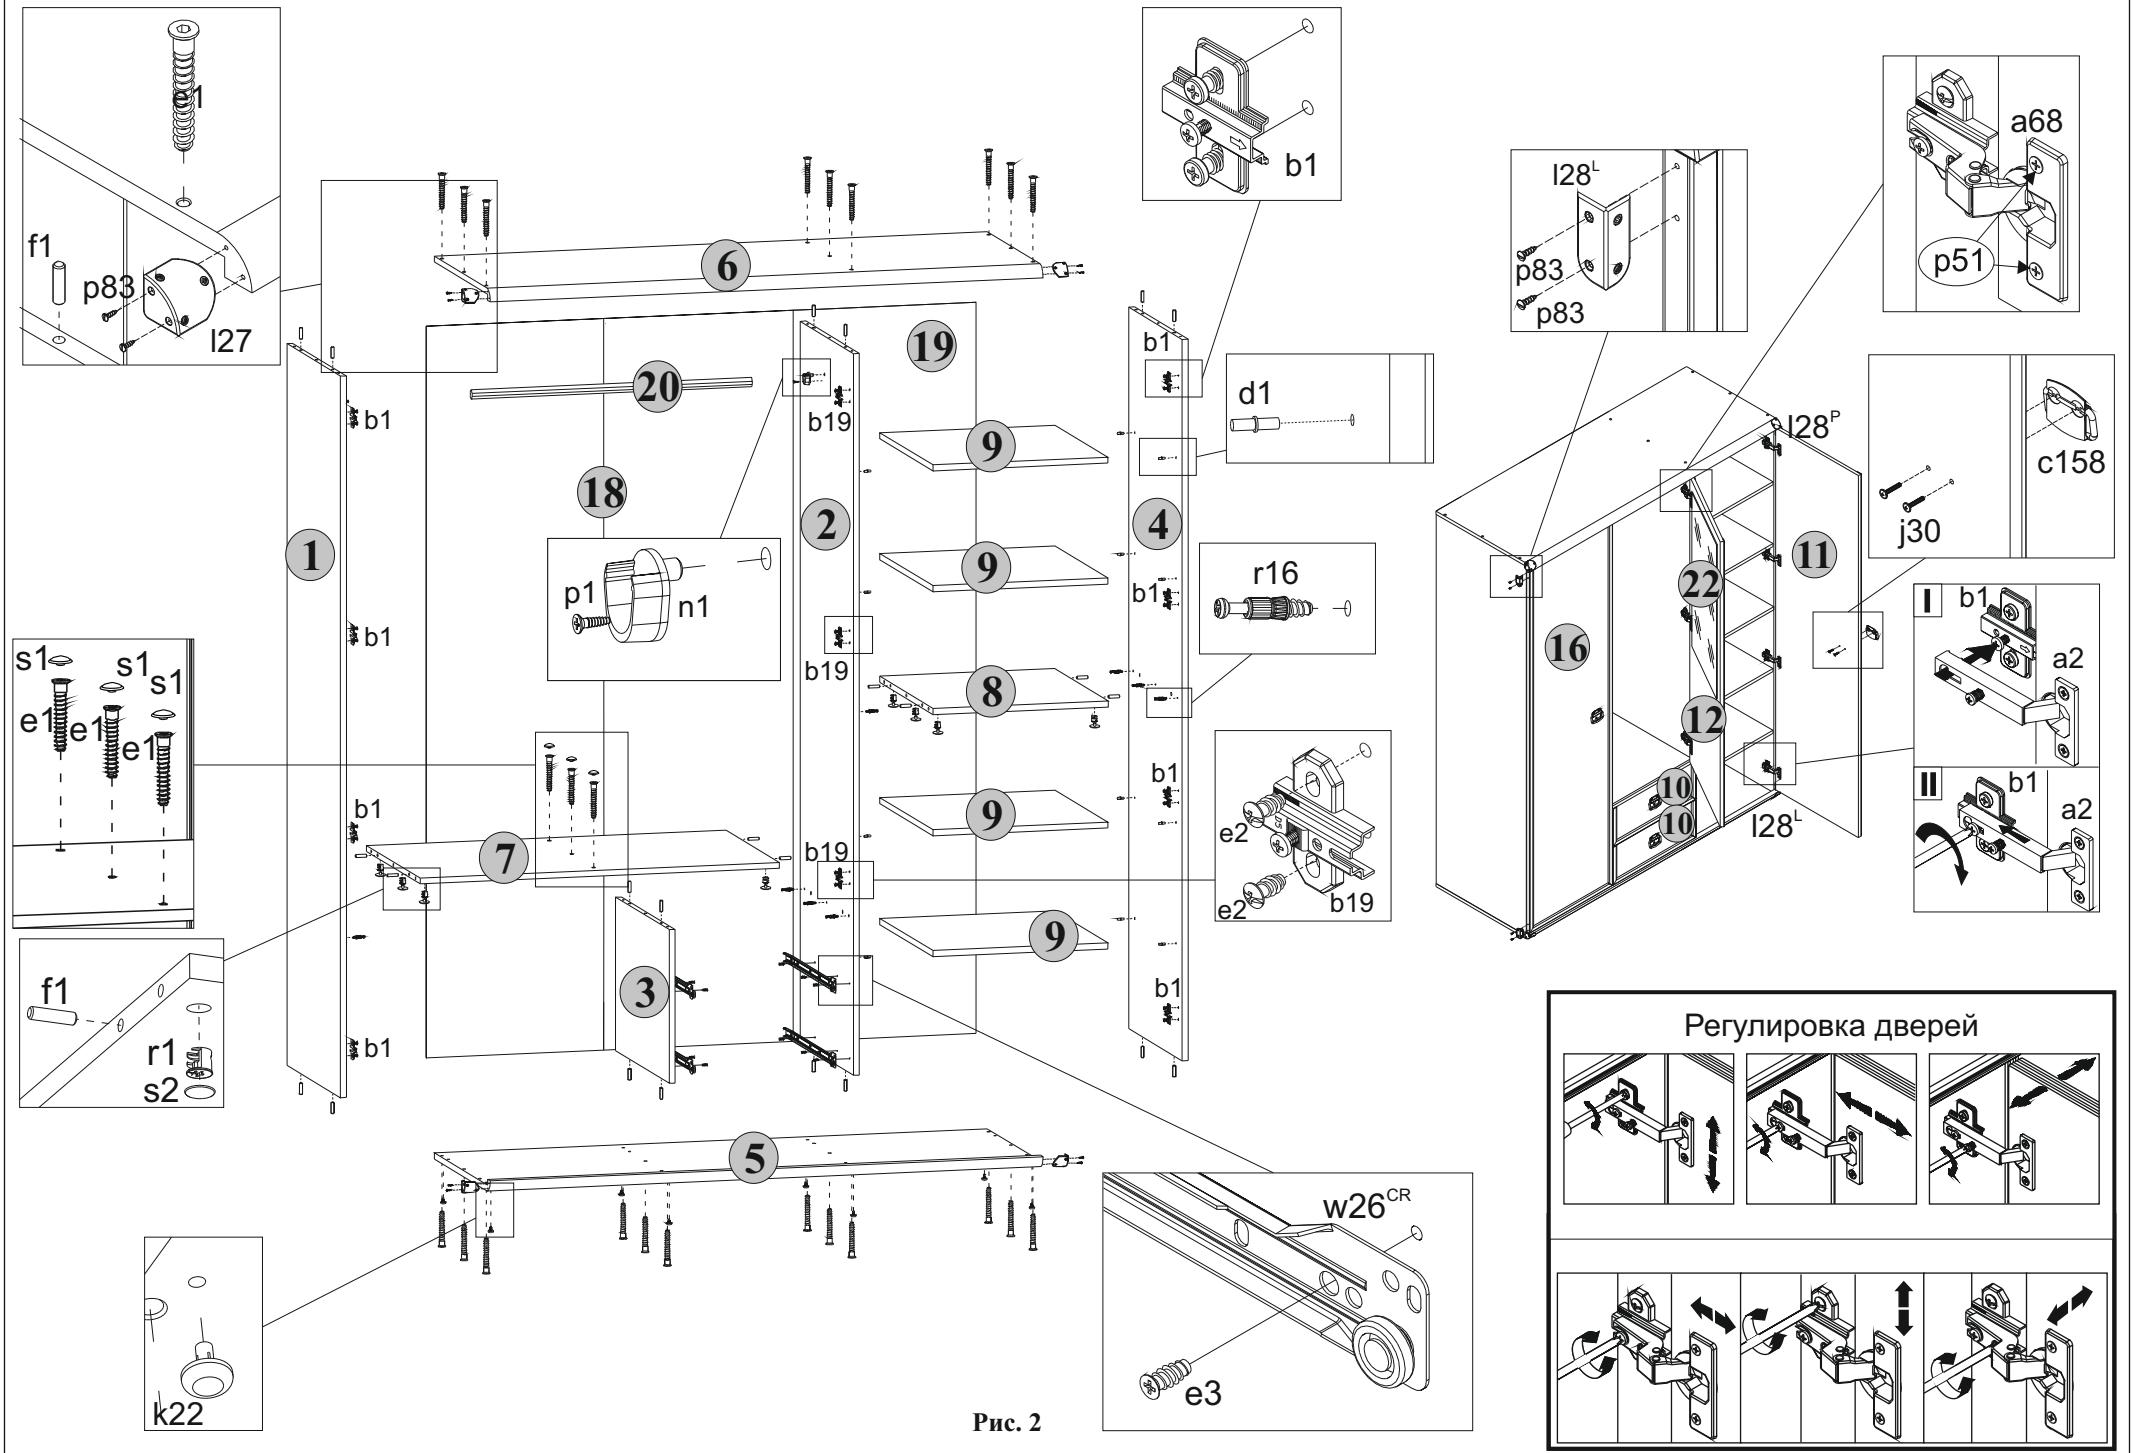

Рис. 2
вставить стяжки эксцентриковые **r1** (см.рис. 2).
5.11 В отверстия диаметром **4,5 мм** на нижней поверхности щита нижнего **5** вставить опоры полимерные **k22** (подплатники) (см.рис. 2).
5.13 К полке соединительной **7** присоединить стенку среднюю **3** и стянуть конформатами **e1**, пользуясь специальным ключом **z1** из комплекта фурнитуры. Головки конформатов **e1** закрыть заглушками **s1** (см.рис. 2).
5.16 К деталям **1**, **2**, **3** и **4** присоединить щит нижний **5** и стянуть конформатами **e1**, пользуясь специальным ключом **z1** из комплекта фурнитуры (см.рис. 2).
5.17 К деталям **1**, **2** и **4** присоединить щит верхний **6** и стянуть конформатами **e1**, пользуясь специальным ключом **z1** из комплекта фурнитуры (см.рис. 2).
5.31 Положить двери **16** и **11** фасадной поверхностью вниз на ровную поверхность. Закрепить на дверях петли шарнирные **a2**, пользуясь крестообразной отверткой (см.рис.2).
- 5.2 В отверстия диаметром **8 мм** на верхних и нижних кромках стенок боковых **1** и **4**, на верхних и нижних кромках стенок средних **3** и **4**, а также на боковых кромках полок соединительных **7** и **8** вбить деревянные шканты **f1** (см.рис. 2).
- 5.6 В отверстия диаметром **5 мм** над направляющими роликовыми **w26^{CL}** и **w26^{CR}** на левой поверхности стенки средней **2** и на правой поверхности стенки боковой **1** вкрутить винты стяжки **r16**, пользуясь крестообразной отверткой (см.рис. 2).
- 5.7 В отверстия диаметром **5 мм** в центральной части на левой поверхности стенки боковой **4** и на правой поверхности стенки средней **2** вкрутить винты стяжки **r16**, пользуясь крестообразной отверткой (см.рис. 2).